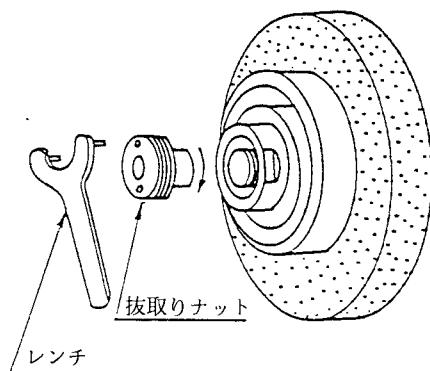

図1-18
(5) 砥石の取外し
- ① 締付けナットにレンチをはめ、時計方向に木ハンマーで軽く叩いてナットをゆるめて外す。
- ② 抜取りナットを砥石フランジのねじにはめ、時計方向回りに砥石軸の先端部に当るまでねじ込む。
- ③ レンチを抜取りナットにはめ、木ハンマーで軽く叩いて、砥石フランジを砥石軸から外す。(図1-18)